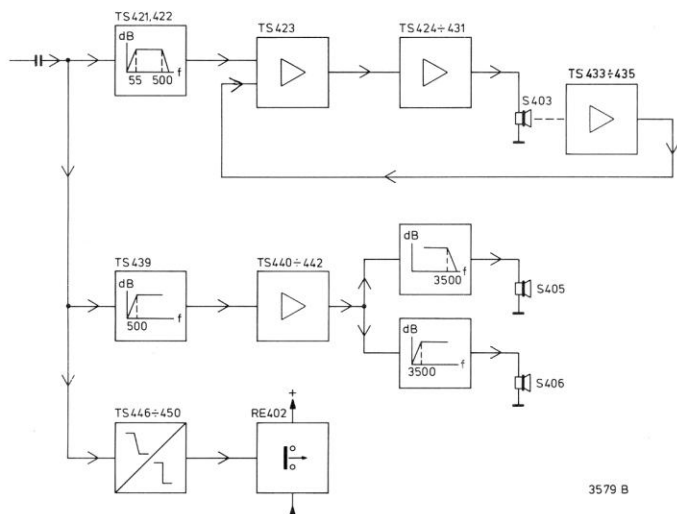
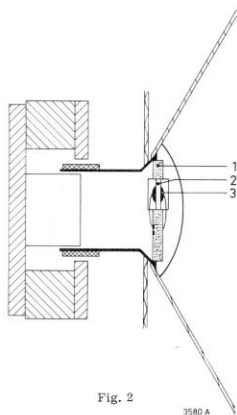

Fig. 1
Fig. 2
Om de werking van het systeem duidelijk is maken, is het nuttig dit eerst in grote lijnen te verklaren (fig. 1), waarna de verschillende delen afzonderlijk kunnen worden behandeld. In de laatste zijn twee elctrische schakelingen aangebracht: één voor de lage tonen luidspreker en één voor de midden- en hoog luidspreker. De versterker voor laag weergave is afgestemd met een impedantie van 4 Ω ; het sinus vermogen bedraagt 40 W (400 Hz). In feite wordt voor de midden- en hoog weergave eenzelfde versterker gebruikt. Door deze echter een belasting van 8 Ω te geven, is het sinus vermogen beperkt tot 30 W (1 kHz). Achter laagtonenversterker is een hoog- en laagdoorlaatfilter aangebracht met een kantelpunt van ca. 3500 Hz. Alle frequenties boven de 3500 Hz worden aan de hogetonenluidspreker toegevoerd, terwijl de frequenties van 500 tot 3500 Hz aan de midden- en laagtonenluidspreker worden toegevoerd. Om de frequenties beneden de 500 Hz af te kappen, is vóór deze versterker een hoogdoorlaatfilter met een kantelpunt van 500 Hz aangebracht. Het ingangssignaal van de box wordt aan dit hoogdoorlaatfilter toegevoerd, maar tevens wordt een laagdoorlaatfilter van dit ingangssignaal voorzien. Ook dit laatste filter heeft een kantelpunt van 500 Hz; hier echter worden alle frequenties boven de 500 Hz afgekap. Omdat een weergeefstelsysteem dat beneden de ca. 35 Hz nog weergeeft problemen kan opleveren (rumbel van de platenspeler e.d.) is achter het laagdoorlaatfilter een hoogdoorlaatfilter aangebracht. Deze kapt alle frequenties onder de ca. 35 Hz af. Vervolgens gaat het signaal via een optisch schakeling en de eindversterker naar de luidspreker. Het doel van de optisch schakeling komt nog ter sprake. De lage tonen luidspreker bestaat uit een normale 8" woofer, waarin echter een versnellingsopnemer is ingebouwd. En juist deze "opnemer" vormt het belangrijkste facet van het gehele systeem. Omdat het niveau dat het oor waarneemt evenredig is met de versnelling van de conus, moet deze versnelling gemeten worden. Dit doet de "opnemer". Achter de versnellingsopnemer is een de-energieversterker aangebracht, waarmee nog enige frequentiecorrecties worden gerealiseerd. Het signaal wordt daarna teruggevoerd naar de zojuist genoemde optisch schakeling. Vóór nu de schakelingen verder worden behandeld, is het nuttig te weten hoe de versnellingsopnemer functioneert (fig. 2). Direct boven de bevestiging van de spreekspoel, is een printplaatje (1) bevestigd. Dit printplaatje is een gat aangebracht waarin m.b.v. twee rubber blokjes een keramisch elementje (2) is geklemd. Het element kan daardoor "zwipen" en reageren op conversnellingen. Bij elke versnelling zal het een spanning afgeven afhankelijk van deze versnelling. Op het keramisch element, is aan beide kanten een druppel solder aangebracht (3), waarmee de draadjes bevestigd. Omdat het element een nauwkeurig bepaalde massa moet hebben, is het gewicht van de druppels solder precies afgestemd. Zoals in de schakeling (deel S403) is te zien, zijn op het printje nog een FET en twee weerstanden aangebracht. Met de 10 M Ω weerstand wordt het element, dat een soort capacitieve generator is, hoogohmig afgestemd. Hierdoor zal de frequentie karakteristiek vlak verlopen.
Afin de clarifier le fonctionnement de ce nouveau système, voici tout d'abord quelques éclaircissements d'ordre général (voir fig. 1) et ensuite les explications plus détaillées de certaines parties.
Pour ce qui est de l'analyse ultérieure des circuits, il est important de connaître le fonctionnement de l'enregistreur d'accélération (fig. 2). Directement au-dessus de la fixation de la bobine mobile il a été fixé une platine imprimée (1). Cette platine comporte un trou où entre deux blocs de caoutchouc il a été monté un élément céramique (2). Cet élément céramique, l'élément peut basculer et réagit de fait aux accélérations coniques. A chaque accélération, une tension dépendant de cette accélération sera fournie. Sur l'élément céramique, des deux côtés, il a été appliqué une goutte de soudure (3) fixant les fils. Parce que l'élément doit posséder une certaine masse précise, au lieu de ces gouttes de soudure doit être absolument précis. Comme on peut le voir dans le circuit (partie 5403), il a encore été monté un transistor à effet de champ et deux résistances sur la platine. Grâce à la résistance de 10 M Ω , l'élément qui est une sorte de générateur capacitif, est terminé par une puissance ohmique élevée.
Bevor wir die Wirkungsweise des neuen Systems erläutern, wollen wir eine allgemeine Übersicht hierüber geben (Abb. 1). Danach folgt eine ausführliche Beschreibung der verschiedenen Teile.
Für eine weitere Beschreibung der Schaltungen ist es zweckmäßig, erst die Funktion des Beschleunigungsmessers kennen zu lernen (Abb. 2). Direkt über dem feststehenden Sprechrohr befindet sich eine Platine (1). In dieser Platine ist ein Loch, in dem sich ein Keramik-Element (2) befindet, das durch zwei Gummiplättchen festgehalten wird. Das Element kann hierdurch "schwanken" und auf Konusbeschleunigungen reagieren. Bei jeder Schwingung wird eine Spannung abhängig dieser Beschleunigung erzeugt. Um dieses Element zu stabilisieren, die Dräfte an beiden Seiten mit einem Trochäer Lötzinns befestigt (3). Da das Element ein genaues Gewicht haben muss, ist die Menge Lötzinn genau abgemessen. Wie in der Schaltung zu sehen ist, befinden sich auf der Platine noch ein FET und zwei Widerstände. Mit dem 10-M Ω -Widerstand wird das Element, das eine Art kapazitiven Widerstand ist, hochohmig abgeschlossen. Hierdurch verläuft die Frequenzcharakteristik flach. Infolge dieser hohen Abschlussimpedanz nimmt die Möglichkeit von Brumm zu, so dass der FET hier als Impedanzwandler dient. Im Gegensatz zu der normalen Methode, wird das Signal hier der Drainschaltung entnommen; ein dritter Anschlussdrift an der Platine führt hierdurch überflüssig. Als die Gate-Impedanz dieses Junction-FET hoch zu halten, darf die Drain-Source-Spannung einen bestimmten Wert nicht übersteigen. Um dies zu erreichen, wurde Zenerdiode D458 zusammen mit TS433 angebracht (geerdete Basisanstellung). Nun wir die Wirkungsweise des Beschleunigungsmessers mit den zugehörigen Komponenten kennen, können die übrigen Schaltungen behandelt werden, und zwar in der Reihenfolge als bei der ersten allgemeinen Beschreibung (Abb. 3).